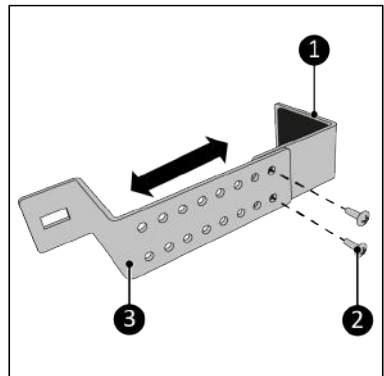

Abbildung 120.
3. Schrauben Sie das Oberteil (Abbildung 120, Pos. 1) und das Unterteil (Abbildung 120, Pos. 2) mit den beiden M5 x 7 mm Schrauben (Abbildung 120, Pos. 3) zusammen. Stellen Sie sicher, dass die Breite etwas größer ist als die Breite des Fensterrahmens.